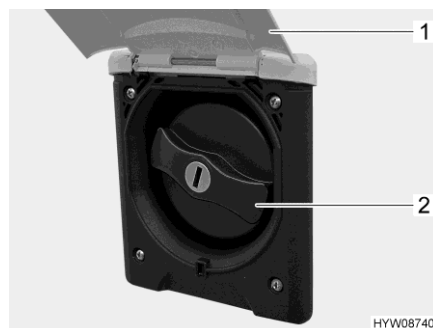

Bild 146 Verschlussdeckel (Trinkwasser-Einfüllstutzen)
- Außenklappe (Bild 146,1) nach oben schwenken.
- Blauen Verschlussdeckel (Bild 146,2) eine viertel Umdrehung drehen.